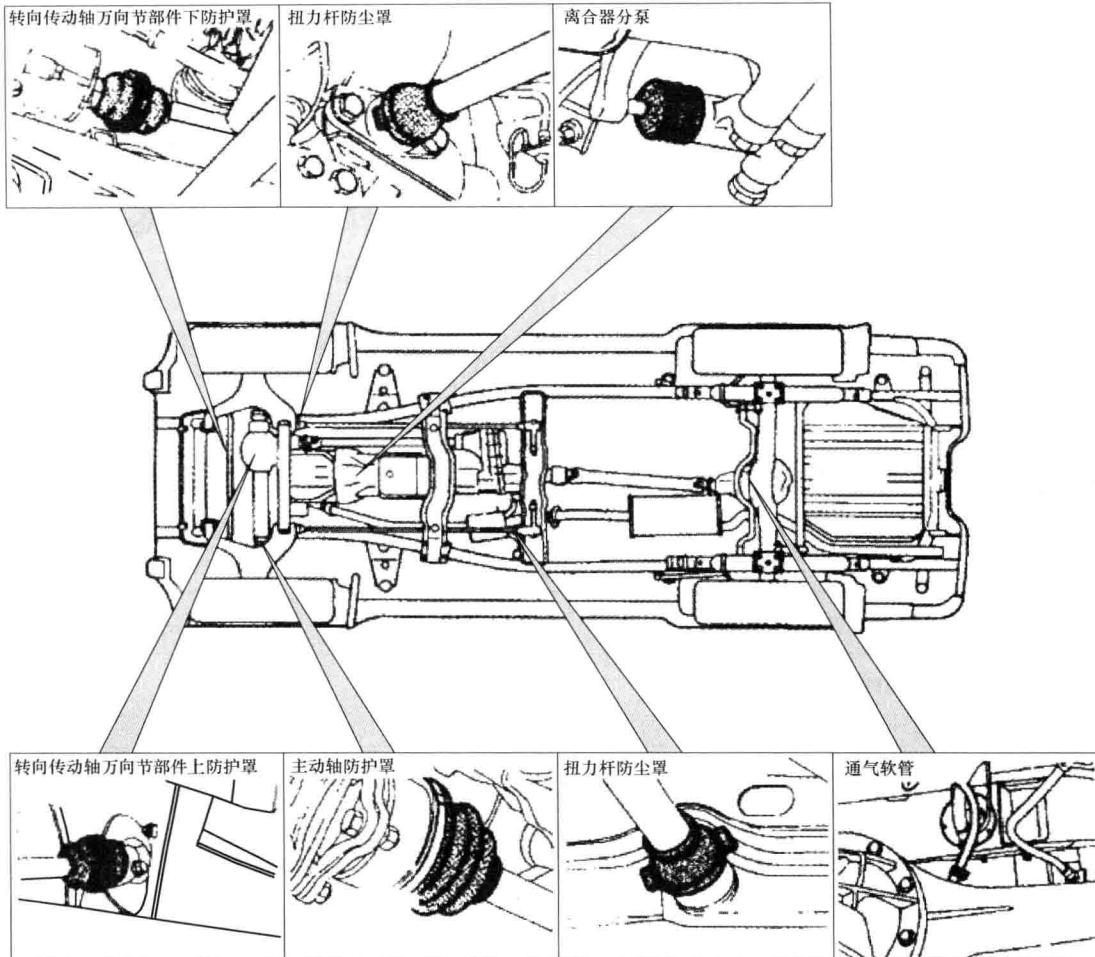

图 1-5 涉水前检查点
1) 检查点如图 1-5 所示,检查防尘罩和通气软管有无裂缝或损坏。如发现裂纹或损坏,更换之。